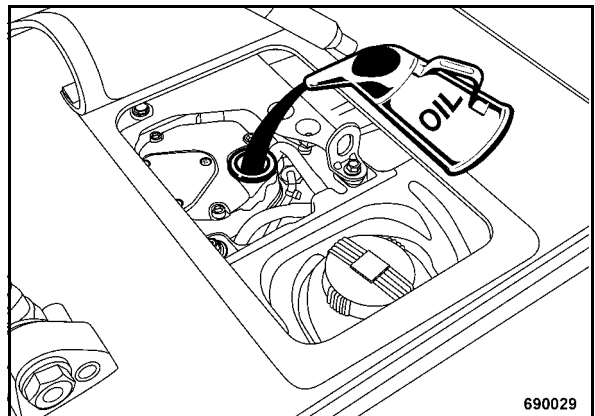

рис. 51
- Залить новое масло через наливное отверстие (рис. 51).